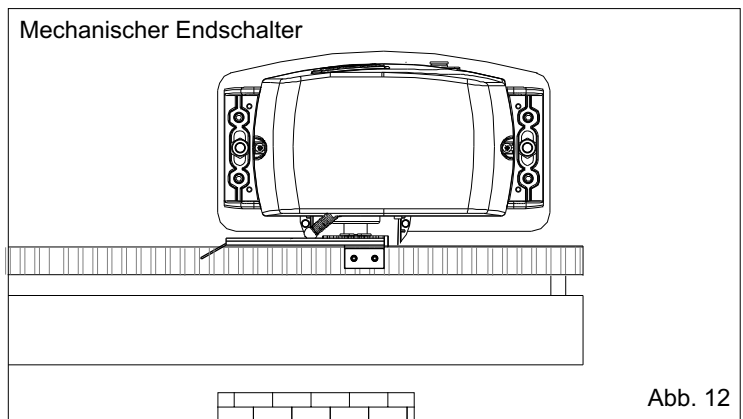
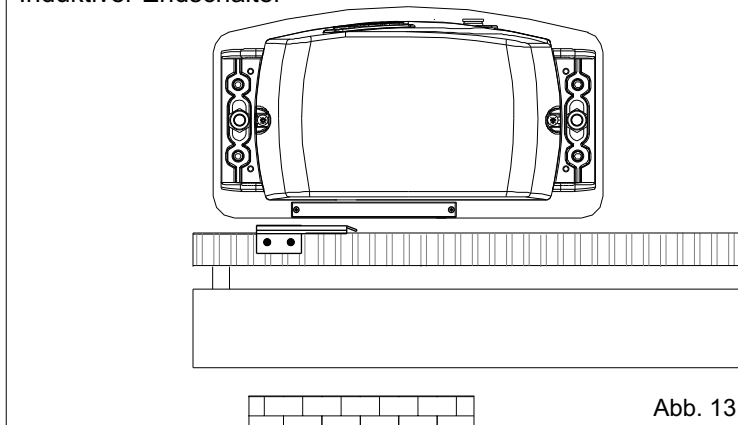

Abb. 12
Abb. 13
- Das Plättchen auf der Zahnstange so positionieren, dass der Endschalter (Metallblättchen bei mechanischen Endschaltern (Abb. 12); Anzeigepfeil bei induktiven Endschaltern (Abb. 13)) im oberen Bereich dem Punkt X entspricht, der sich 50 mm von der geknickten Seite des Plättchens befindet (Abb. 14) und mit den mitgelieferten Schrauben befestigen (Abb. 15 - Abb. 16).